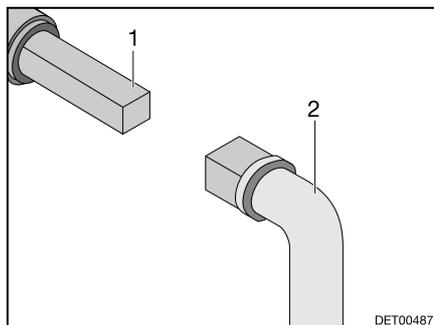

Bild 82 Bedienung Abwasserhahn
- Schlüssel (Bild 82,2) auf Vierkant (Bild 82,1) stecken.